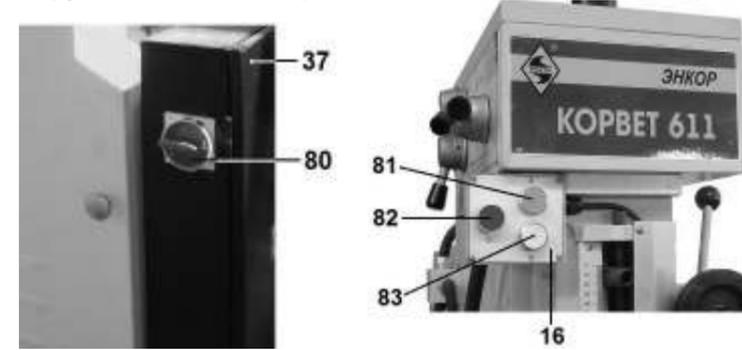
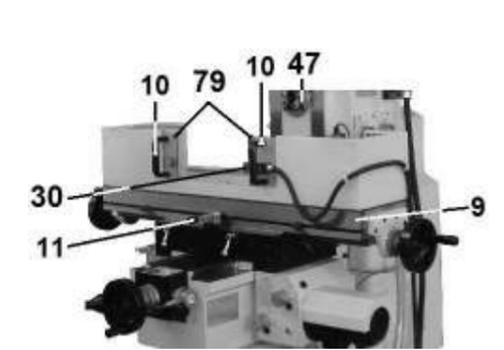

Рис. 26
Рис. 27
- 10.1.1. Для включения станка необходимо на шнуре питания станка (35) смонтировать соответствующую электрическую вилку, п. 5.1.1. Перед тем как подключить электрическую вилку станка к питающей розетке, проверьте и при необходимости переведите переключатель (80) на электрораспределительном щитке (37) в положение **ВЫКЛ (O) (OFF)** (Рис. 26). Закройте защитные экраны (79), для чего сомкните ручки (10) до срабатывания концевого выключателя (30) (Рис. 27).
Внимание: Станок оборудован концевым выключателем. При открытых шторках защитного экрана (79) блокируется включение вращения шпинделя (13) (Рис. 27).
10.1.2. Проверьте и при необходимости переведите в среднее положение ручку автоматической подачи стола (11) рабочего стола (9) (Рис. 27).
10.2. Включение вертикального шпинделя (Рис. 26, 27).
10.2.1. Для включения вращения вертикального шпинделя (13) необходимо переключатель (80) перевести в положение **ВКЛ (I) (ON)**, после чего нажать на щитке выключателей вертикального шпинделя (16) на зелёную кнопку (81). Для выключения вращения шпинделя необходимо нажать на красную кнопку (82). Для включения реверсивного вращения вертикального шпинделя (13) необходимо нажать на белую кнопку (83). Символы направления вращения вертикального шпинделя (13) обозначены на лицевой панели щитка выключателей (16) (Рис. 26).
10.3. Включение горизонтального шпинделя (Рис. 27, 29)